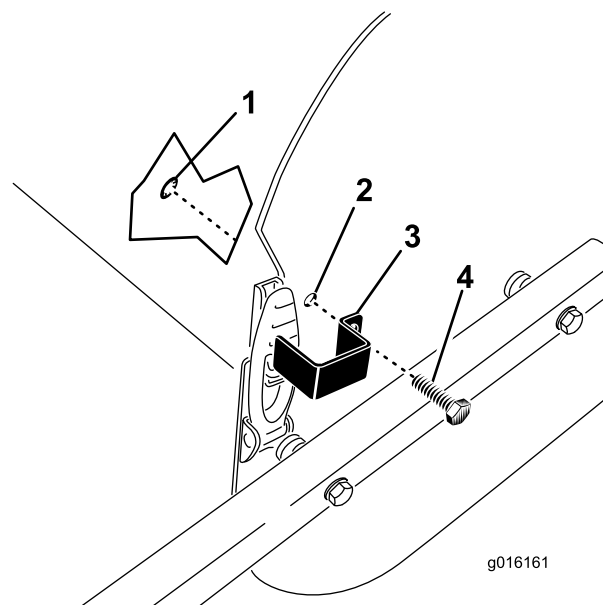

图35
- 2. 用带头螺栓和卡环将门锁板固定到侧板上图35。
- 1. 将门锁板放置到机罩门锁上同时将安装孔与侧板中的孔对齐图35。